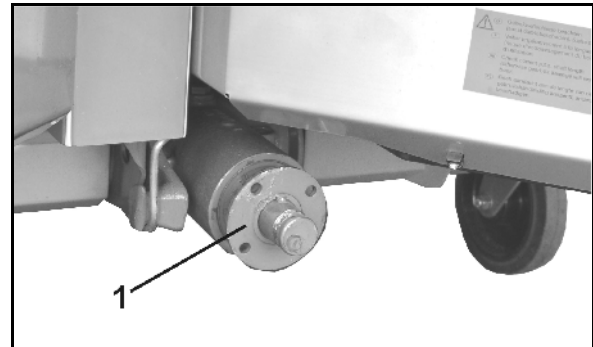

Рис. 37
1. Снимите втулку с фланцем (Рис. 37/1) с помощью съёмника с первичного вала редуктора.
4. Выверните фиксирующий винт (Рис. 37/6).
Обращайте внимание на полное перекрытие призматических шпонок (Рис. 37/5)!